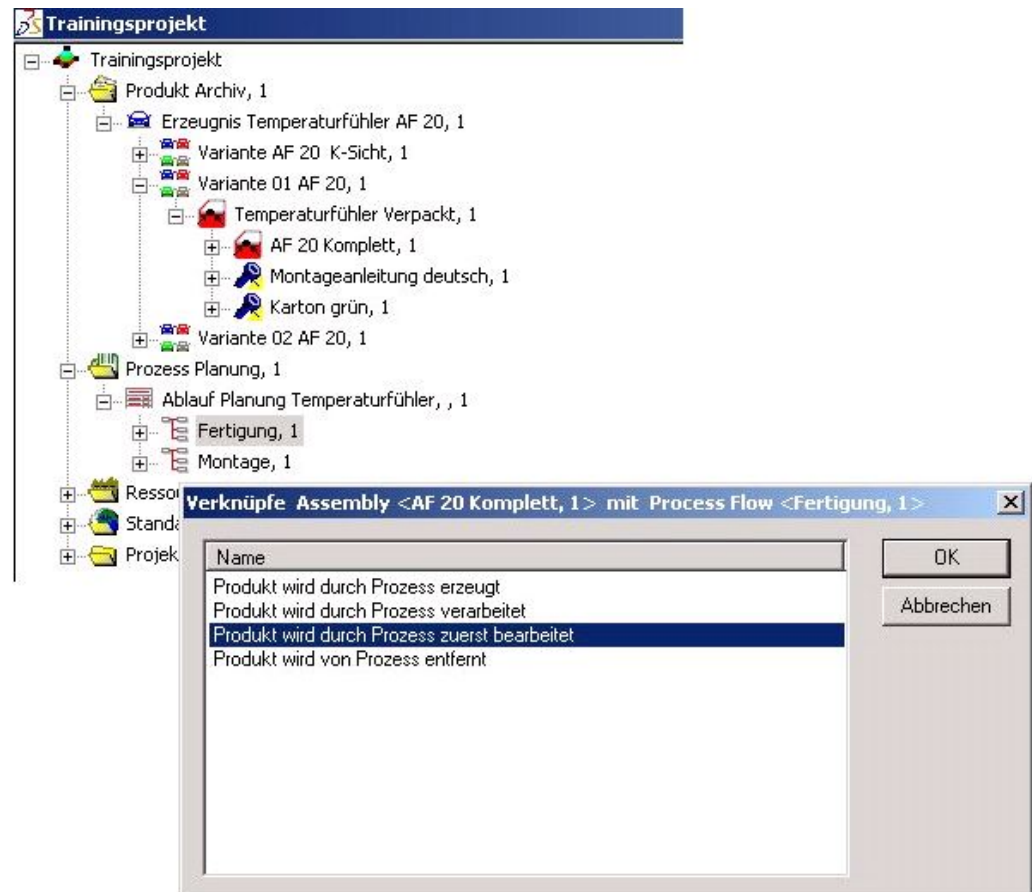

Abbildung 199: Beispiel für den Aufbau einer Relation zwischen Prozess und Produkt
Um eine automatische Aktualisierung der Autorelationen zu erhalten, müssen Sie bei den Einstellungen den Menüpunkt **Autorelationen automatisch synchronisieren** aktivieren; setzen Sie dazu ein Häkchen in das Feld (siehe auch: Abbildung 199). Wenn Sie diese Funktion nicht aktiviert haben, wird die Aktualisierung erst gestartet, wenn Sie über den Menüpunkt **Aktualisieren der Autorelationen** die Aktualisierung gestartet haben.
- wenn Sie bei den Einstellungen das automatische Synchronisieren **nicht** aktiviert haben. Siehe auch: Abbildung 199. Bei dieser Einstellung müssen Sie die Aktualisierung immer durchführen.